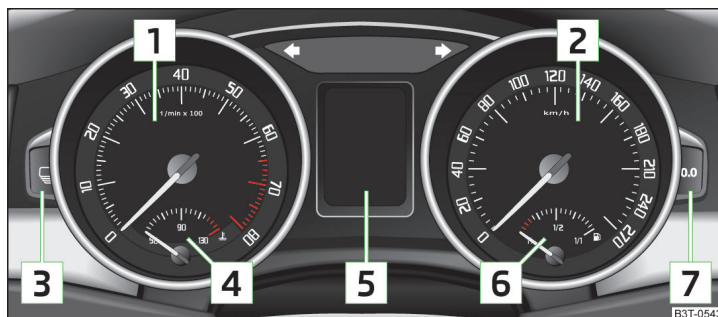

Fig. 21 Combiné d'instruments
La zone rouge du cadran du compte-tours **1** » fig. 21 à la page 32 représente la zone dans laquelle le système commence à limiter le régime moteur. Le système limite le régime moteur à des valeurs limites sûres.
➤ Appuyer de façon prolongée sur la touche **[7]** » fig. 21 à la page 32.
L'heure se règle au moyen des touches **[3]** et **[7]** » fig. 21 à la page 32.
- Appuyez de façon répétée sur la touche  » fig. 21 à la page 32 jusqu'à ce que l'affichage du totaliseur kilométrique clignote » page 34.